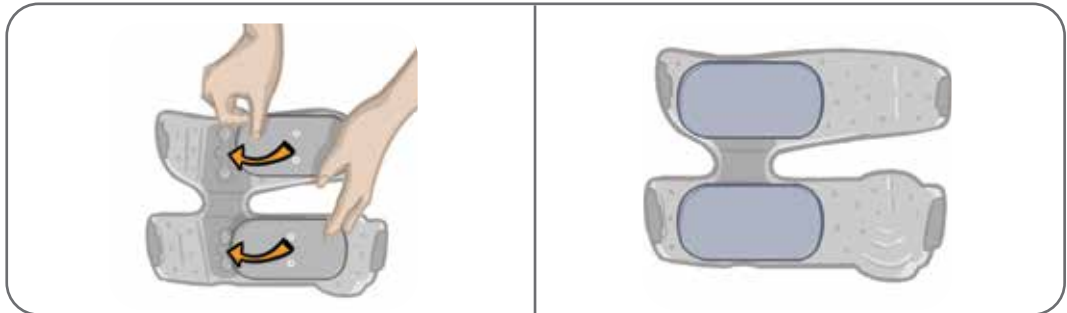

Abbildung 6-10: Ausrichten und Befestigen der Oberschenkel-Gewebeelektroden
5. Richten Sie die Druckknöpfe der Oberschenkel-Gewebeelektroden an den Löchern der Oberschenkelmanschette aus. Siehe Abbildung 6-10.
6. Drücken Sie kräftig, bis die kleine Oberschenkel-Gewebeelektrode an der unteren Oberschenkel-Manschetteneinlage befestigt ist. Drücken Sie kräftig, bis die große Oberschenkel-Gewebeelektrode an der oberen Oberschenkel-Manschetteneinlage befestigt ist. Siehe Abbildung 6-10.